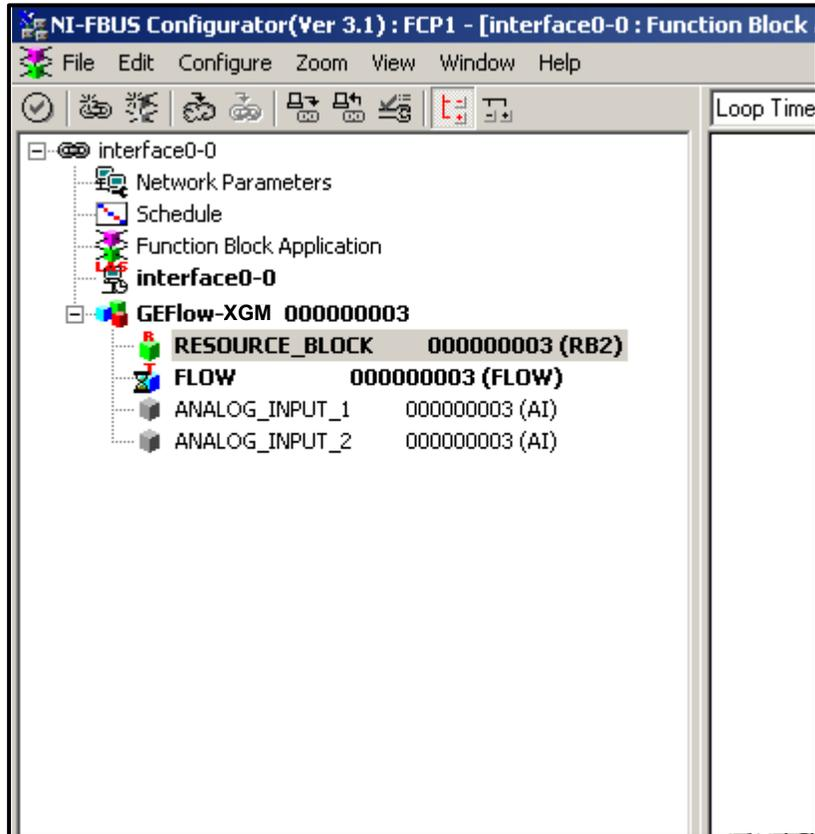

Figura 59: Ejemplo de instalación de la Utilidad de Configuración
La Figura 59 muestra la Utilidad de Configuración con un caudalímetro en la red (Panametrics Flow-XGM).
1. Haga doble clic en el bloque AI para el que desea ajustar las unidades (ANALOG_INPUT_1 o ANALOG_INPUT_2 en el árbol bajo GEFlow-XGM; véase Figura 59 en la página 134).
1. Haga doble clic en el bloque FLOW transducer (en el árbol bajo GEFlow-XGM; véase Figura 59 en la página 134).